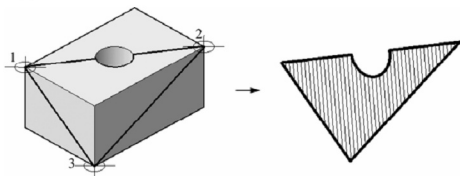

图 12-25 指定三点确定截平面
(5) 【三点(3)】: 用三点定义截平面, 如图 12-25 所示。